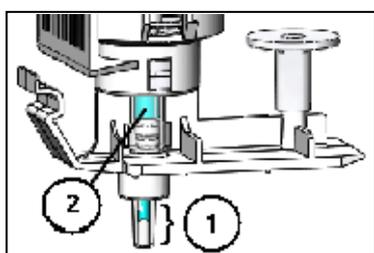

図1 ディスペンサー先端部
- (1) 試薬は必ず貯蔵方法に従って保存し、凍結など指定の条件以外で保存したものや使用期限を過ぎたものは使用しないでください。
- (2) 試薬を装置にセットする場合は、必ずキャップとストッパーを外してからセットしてください。
- ① ノズル先端(図 1-①)に析出物(乾燥した試薬・ゼリー状析出物)が付着していないことを確認してください。付着物が認められた場合、ピンセットなどで付着物を取り除いてください。
② ノズル先端(図 1-①)に試薬液面があることを確認してください。先端部(図 1-①)に液面が見えない場合、手で容器天面を押し下げてノズル先端から試薬を一滴滴下させてください。試薬が滴下されない場合は数回繰り返しを行い、それでも滴下されない場合はカスタマーソリューションセンターへ連絡してください。
③ プライムチャンバー(図 1-②)内が試薬で満たされていることを確認してください。空気の混入(小さな気泡は除く)が認められる場合、手で容器天面を押し下げてノズル先端から試薬を滴下させ、流路が試薬で満たされたことを確認してください。試薬が滴下されない、又は空気の混入が取り除かれない場合は数回繰り返しを行い、それでも改善されない場合はカスタマーソリューションセンターへ連絡してください。